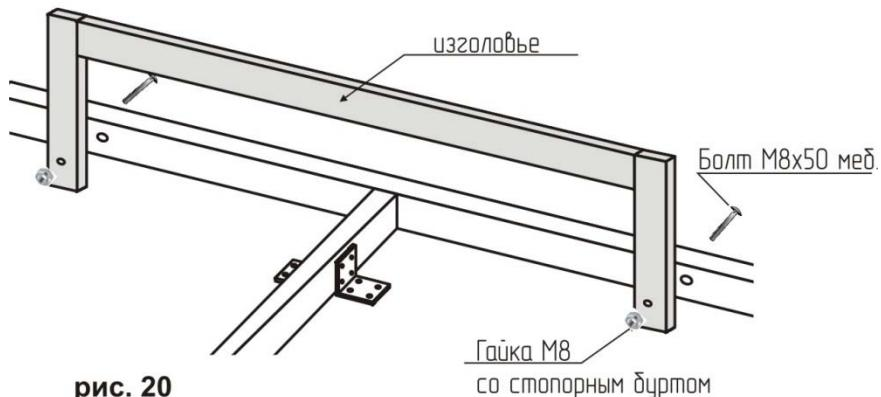

рис. 20
18. Установить изголовье с внутренней стороны ортопедического основания, с помощью мебельных болтов M8x50 и гайки M8 со стопорным буртом (рис.20).